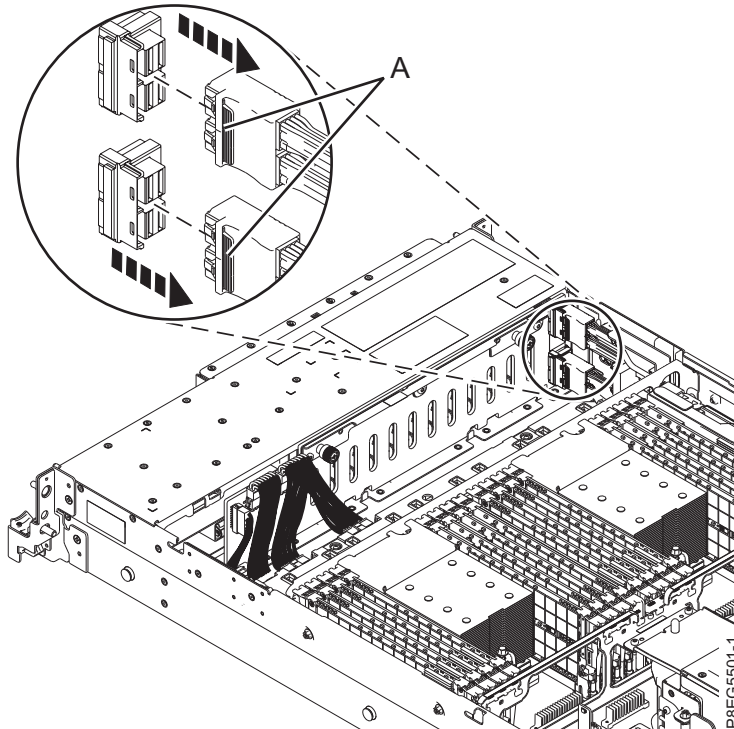

Abbildung 1. Vordere SAS-Kabel von der Rückwandplatine des Plattenlaufwerks abziehen
3. Sie müssen das untere SAS-Kabel entfernen, das an dem internen SAS-RAID-Adapter in Steckplatz P1-C14 angeschlossen ist. Beschriften Sie die vorderen SAS-Kabel, die an dem internen SAS-RAID-Adapter in Steckplatz P1-C14 angeschlossen sind. Drücken Sie auf die Verriegelung (A) und ziehen Sie die Kabelanschlüsse von der Rückwandplatine des Plattenlaufwerks ab, wie in Abb. 1 auf Seite 3 dargestellt. Die anderen Enden der Kabel bleiben im Anschluss P1 oder P2 des internen SAS-RAID-Adapters eingesteckt, bis Sie dazu angewiesen werden, diese abziehen.